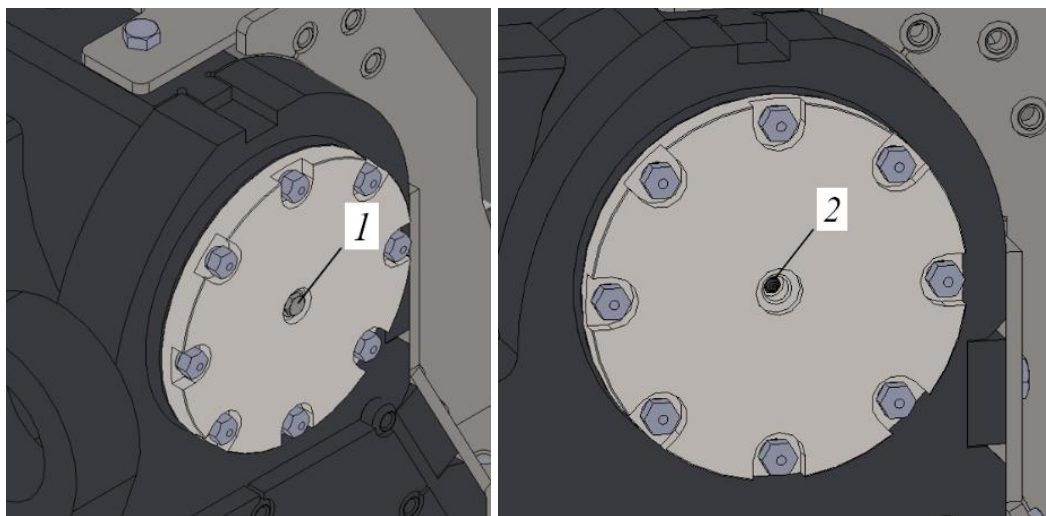

Рисунок 5.85. Точка смазки полуоси
- Очистить от загрязнений область размещения пробки 1, рис. 5.85.
- Выкрутить пробку 1, закрывающую пресс-масленку 2, рис. 5.85